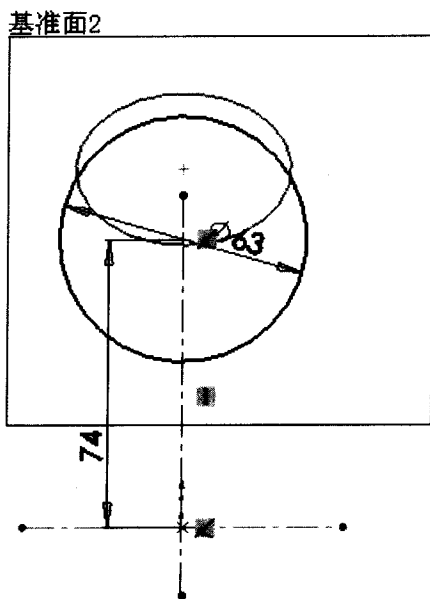

图 1-7 草图 3
⑦ 创建草图 3。在特征管理器设计树中选择“基准面 2”作为草图绘制平面，单击（草图绘制）工具，再单击草图工具栏中的（中心线）工具、（圆）工具绘制草图。单击尺寸/几何关系工具栏中的（智能尺寸）工具标注尺寸，如图 1-7 所示。单击（退出草图）图标，完成草图 3 的绘制。